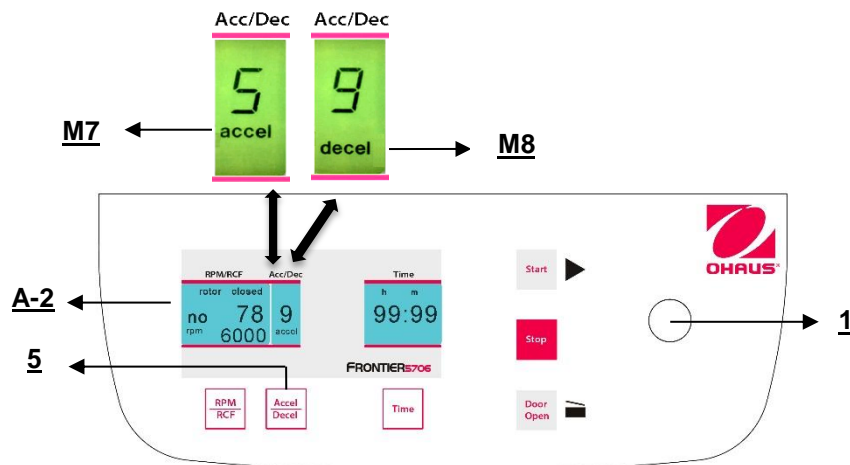

Abbildung. 21
Diese Funktion wird durch die Taste **"Accel/Decel"** (5) aktiviert (siehe Abbildung 21).